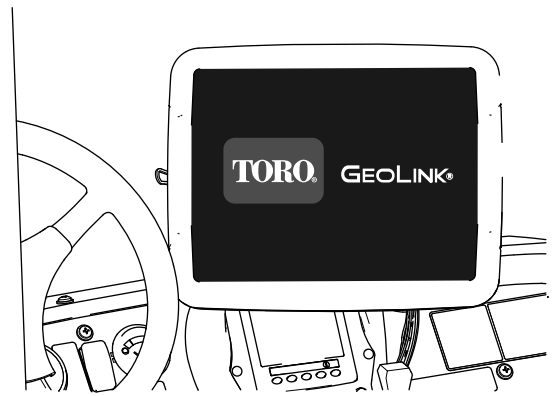

Figura 155
- Consola de control — muestra gráficos y texto (Figura 155)